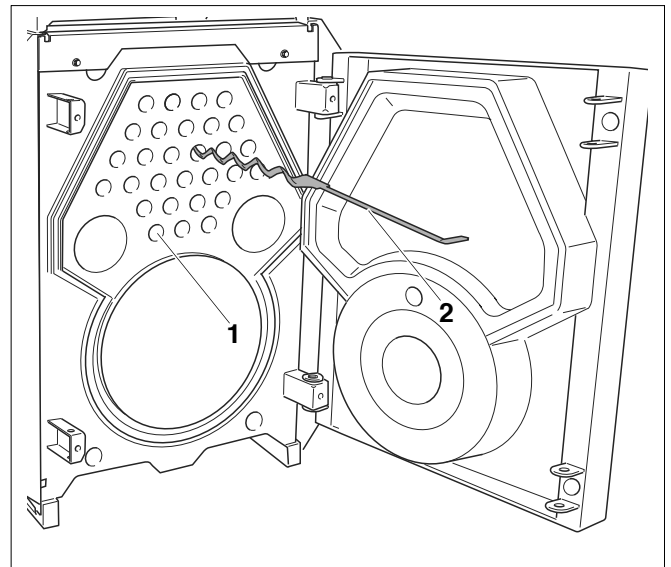

Fig. 45 Demontarea turbulatorilor
- Demontați doi sau trei turbulatori (fig. 45, **poz. 2**) din țevile de transfer de căldură (fig. 45, **poz. 1**).
Dacă temperatura gazelor arse este prea mare, trebuie să montați la loc turbulatorii (fig. 50, **poz. 2**), pe rând, în țevile de transfer de căldură (fig. 45, **poz. 1**), până ce se obține temperatura corespunzătoare.